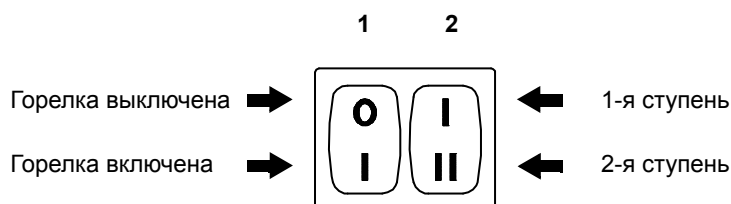
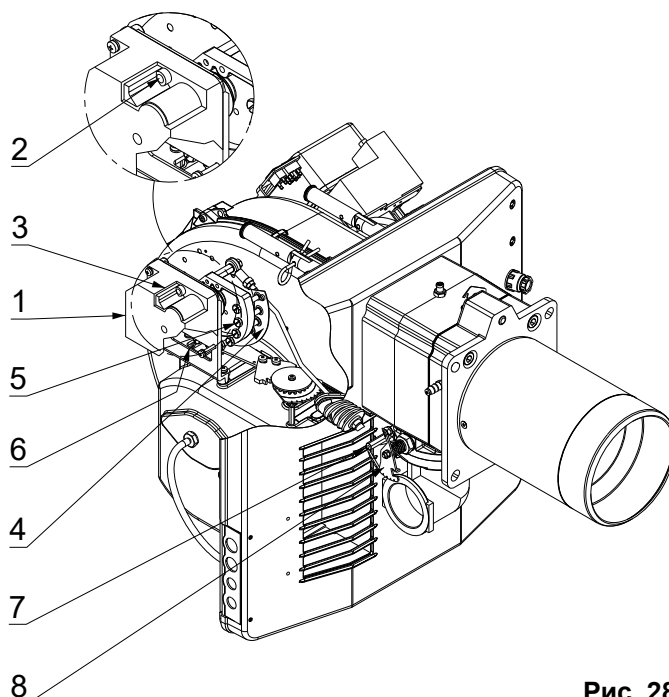
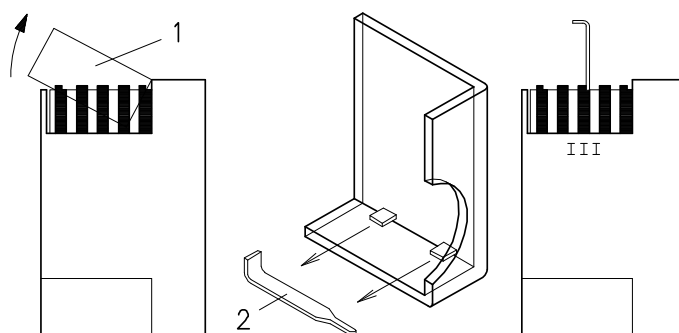

Рис. 27
Рис. 28
Рис. 29
В предыдущем описании мы оставили горелку работающей на 1-ой ступени. Теперь следует передвинуть переключатель 2 (рис. 27) в положение «2 ступень». При этом серводвигатель одновременно откроет воздушную заслонку и дроссельный клапан на 90°.
Мощность горелки на первой ступени следует выбирать внутри рабочей области. Передвиньте переключатель 2 (рис. 27) в положение «1 ступень». При этом серводвигатель 1 (рис. 28) закроет воздушную заслонку и дроссельный клапан до угла 15°.
- если вы хотите уменьшить расход, немного уменьшите угол кулачка III (рис. 29), делая небольшие последовательные перемещения, то есть начните от угла 15°, затем перейдите к 14°, 13° и так далее...
- если же вы хотите увеличить его расход, переключите горелку на 2-ю ступень переключателем 2 (рис. 27) (откройте дроссельную заслонку газа на 10-15°) и увеличьте угол кулачка III (Рис. 29), делая небольшие последовательные перемещения, то есть начните от угла 15°, затем перейдите к 16°, 17° и так далее...
Выключите горелку с помощью выключателя (1) (рис. 27) расцепите эксцентрик с изменяемым профилем, для чего необходимо повернуть вертикально прорезь (2) (рис. 28) на серводвигателе и поверните вручную эксцентрик несколько раз вперед и назад, и убедитесь в том, что он поворачивается мягко и не заедает.